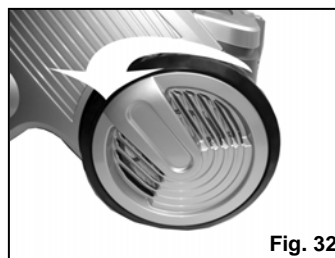

Fig. 32
2. Pour enlever le couvercle du filtre HEPA, tenez le couvercle et tournez le dans le sens des aiguilles d'une montre. (Fig. 32)